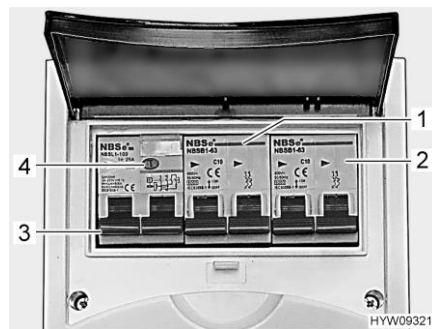

Fig. 145 Interruptor de protección de línea e interruptor FI (caja de fusibles de 230 V)
Un interruptor de corriente de defecto (interruptor FI) (Fig. 145,3) en la caja de fusibles asegura el vehículo completo contra corriente de defecto (30 mA).
El interruptor de protección de línea conectado en serie (10 A) (Fig. 145,1) asegura las cajas de enchufe de 230 V, el bloque eléctrico, el cargador adicional y el frigorífico.
En los vehículos con equipamiento especial, p. ej. la instalación de aire acondicionado en el techo, un interruptor de protección de línea adicional (16 A) (Fig. 145,2) asegurará el aparato.
- Si el vehículo está conectado a la alimentación de 230 V, pulsar la tecla de prueba (Fig. 145,4). Se debe activar el interruptor de corriente de defecto (FI).